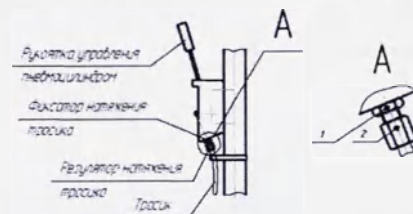

Рисунок 3 Регулировка срабатывания пневмоцилиндра с помощью изменения натяжения тросика
5.3. Перед началом работы необходимо проверять работу механизмов трансформации положения подвижной верхней рамы 6 тележки 1 с носилками 2. При необходимости, в случае отсутствия опускания верхней рамы 6 с носилками 2 под нагрузкой при нажатии на рукоятку управления пневмоцилиндром 9 производить регулировку срабатывания пневмоцилиндра 7 с помощью изменения натяжения тросика в следующей последовательности, см. рисунок 3: